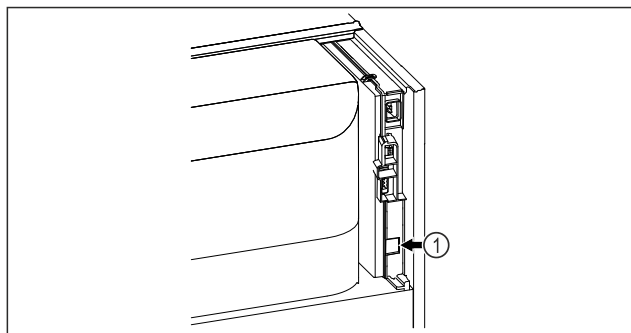

Fig. 129
- ☐ SmartModule Fig. 129 (1) ist eingesetzt.